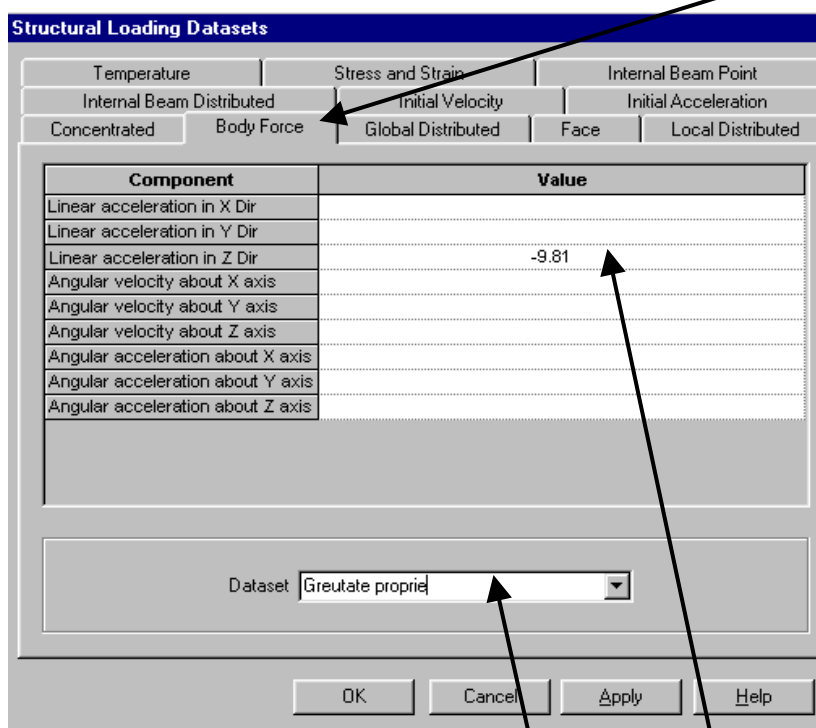

Fig. 29
- în caseta de dialog se alege încărcarea de tip volumetric (**Body Force**) (fig. 29)